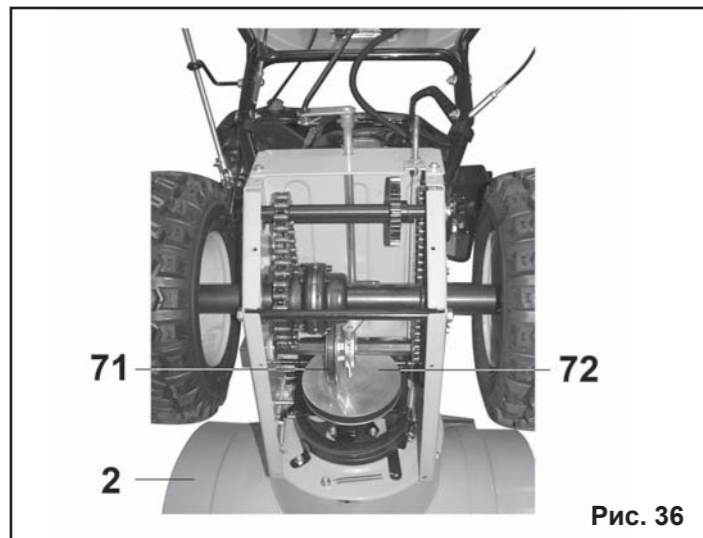

Рис. 36
### 9.13. Проверка системы привода колес (Рис.36).
9.13.4. Выкрутите болты крепления нижней крышки корпуса редуктора и демонтируйте ее (на Рис.36 крышка корпуса редуктора снята).